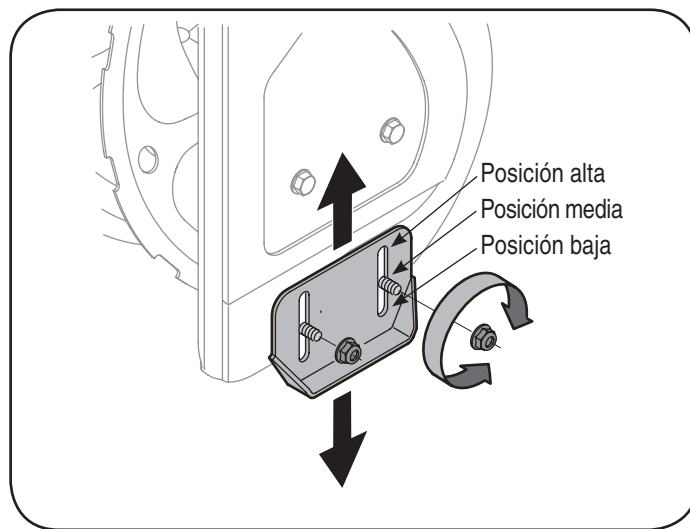

Figura 5
la posición baja. Cuando el área para ser limpiada es desigual, zapatos de patinazo de lugar en la posición media o alta. Ver la Figura 5.
1. Ajustar zapatos de patinazo soltando dos loco de maleficio y cerrojos de carro sobre cada zapato de patinazo, y moviendo el zapato de patinazo a la posición deseada. Ver la Figura 5.
1. El cable de transmisión y el cable de la barrena se dirigen a través de la caja de control de velocidad en el lado izquierdo de la manija. El cable de la barrena y el cable de control de velocidad se dirigen después hacia la manija inferior izquierda. El cable de transmisión se dirige a través de la parte superior de la manija superior y, por último, hacia abajo a la manija inferior derecha. Vea la figura 5.
2. Se han utilizado tres uniones de cable para ajustar sin tensión los dos cables de control a la manija inferior. Dos de estas uniones de cable están en cada brazo, y la tercera en la barra transversal superior de la manija inferior. Ajuste estas uniones de cable para sujetar los cables a la manija inferior. Vea la figura 5.